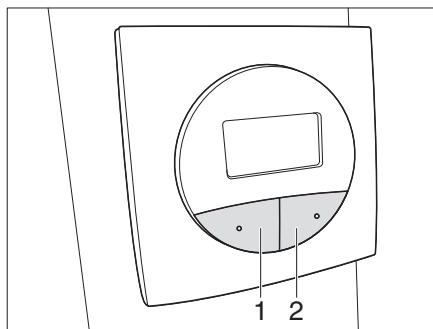

Fig. 45 Pannello di controllo impianto satellitare Teleco
- Premere il tasto SAT (Fig. 45,2) **due volte**.
- Premere il tasto PARK (Fig. 45,1).